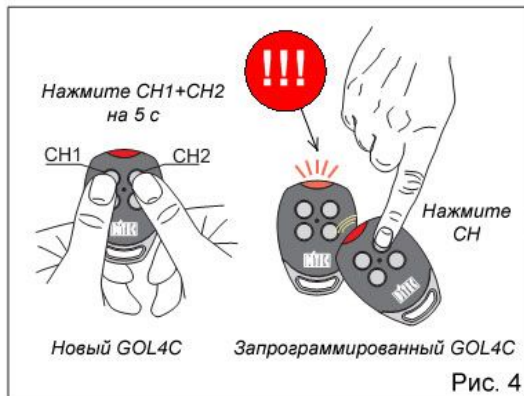

Рис. 4
6. КЛОНИРОВАНИЕ GOL 4C-4CV С ФИКСИРОВАННЫМ КОДОМ (РИС. 4)
2. Поднесите уже запомненный передатчик GOL4C (см. Рис. 4) и произведите передачу сигнала, нажав одну из кнопок CH.